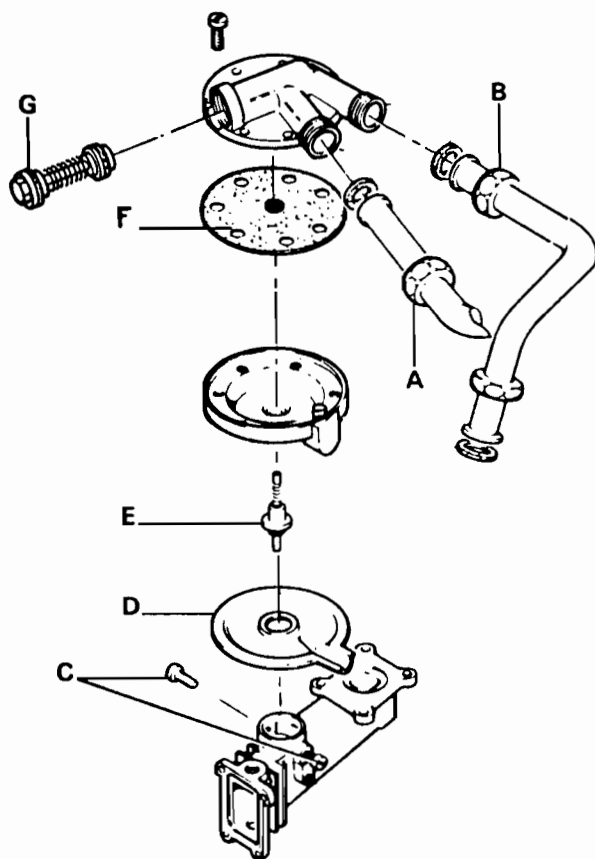

Fig. 26
**Section 15 : To replace the D.H.W. Flow Valve ( Fig. 26).**